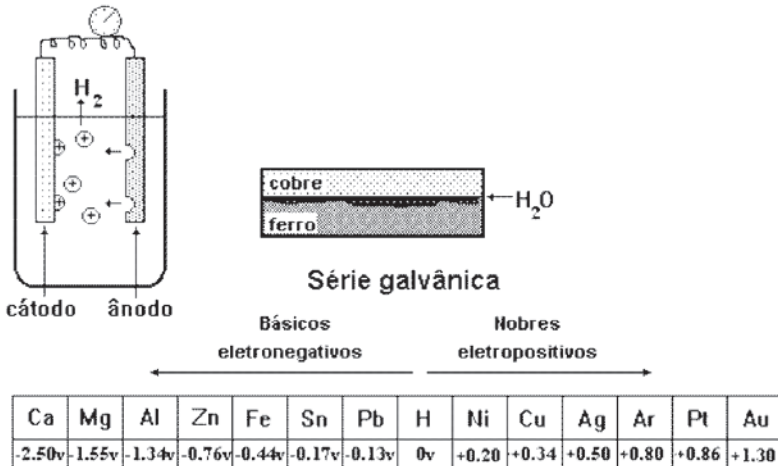

Fig. 3 – Princípio da corrosão galvânica e série galvânica
- Série galvânica → Se metais diferentes entrarem em contato, o metal mais próximo da extremidade esquerda da **série eletromotiva** (galvânica) agirá como ânodo e será consumido por corrosão (Fig. 3).